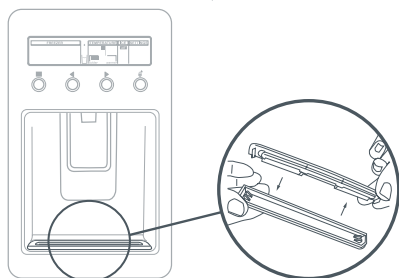

Fig.26 Nettoyage du plateau d'égouttage
- Pour nettoyer le plateau, retirez-le du panneau de distributeur et séparez les deux moitiés (voir Fig. 26).